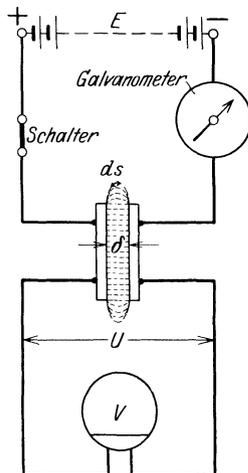

Abb. 71. Ladung eines Kondensators.
Verbindet man zwei ebene, parallele Metallplatten (Abb. 71), die durch einen Isolator (Dielektrikum genannt) voneinander getrennt sind, mit einer Gleichstromquelle, deren EMK E Volt beträgt, so werden die Platten geladen, d. h. negative Elektrizität (d. s. die Elektronen) gelangt auf die mit der negativen Klemme der Stromquelle verbundene Platte und genau die gleiche Menge positiver Elektrizität sammelt sich auf der anderen Platte an. Die auf der einzelnen Platte angesammelte Elektrizitätsmenge, welche durch das ballistische Gal-
Die Ladung Q bleibt auf den Platten (Belegungen genannt), auch wenn man die Zuleitungen zur Stromquelle entfernt (den Schalter [Abb. 71] ausschaltet), wie dies das statische Voltmeter V anzeigt, d. h. die angezeigte Spannung ist nach wie vor $U = E$ Volt. Es ist also die Spannung U die Folge der mit der Elektrizitätsmenge Q geladenen Platten (Plattenkondensator). Die Entladung erfolgt, indem man die Platten des von der Stromquelle abgetrennten Kondensators durch einen Leiter miteinander in Berührung bringt. Liegt in diesem Entladestromkreis ebenfalls ein ballistisches Galvanometer, so zeigt dessen Ausschlag die gleiche Elektrizitätsmenge Q wie bei der Ladung an.
Man nimmt an, daß zwischen den Belegungen eines geladenen Kondensators elektrische Feldlinien verlaufen, wie solche für den in Abb. 71 dargestellten Plattenkondensator punktiert gezeichnet sind. Genau wie bei den magnetischen Kraftlinien (vgl. S. 63) führt man auch hier zwei besondere Größen ein:
1. Plattenkondensator. Ist F die Fläche in cm^2 , durch welche die Feldlinien senkrecht hindurchgehen, d. i. in diesem Falle die Fläche einer Belegung, so ist nach Gl 43 die Felddichte $\mathfrak{D} = Q:F$, die Feldstärke nach Gl 44 ist $\mathfrak{E} = \mathfrak{D}:\varepsilon$, mithin auch $\mathfrak{E} = Q:F\varepsilon$, wo \mathfrak{E} in diesem Falle konstant ist, wenn man die Feldlinien der Ränder in Abb. 71 vernachlässigt. Ist δ der Abstand der beiden Platten, so ist $U = \mathfrak{E}\delta = (Q:F\varepsilon)\delta$, daher